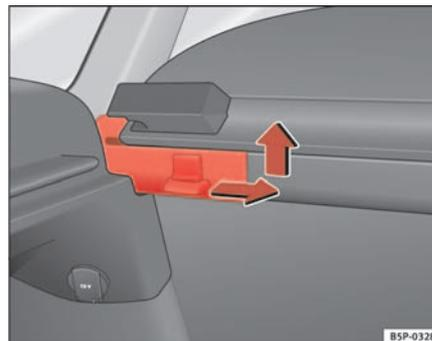

Fig. 121 Desmontaje de la bandeja portaobjetos
- Presione la clavija lateral en el sentido de la flecha, levante la bandeja y extráigala. ⇒ fig. 121